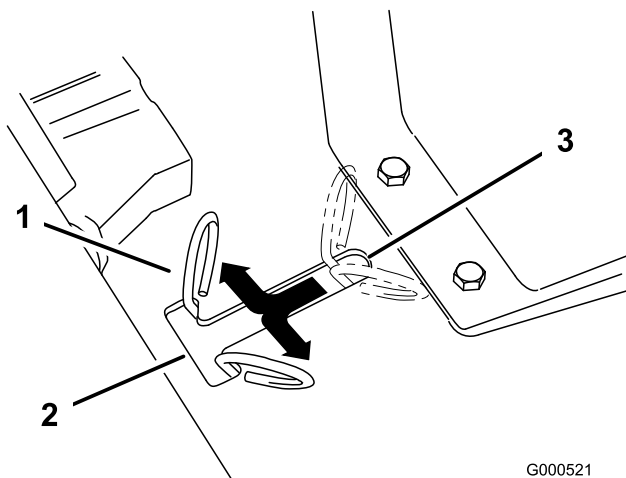

Bild 15
3. Heben Sie den Sitz an, um die Sicherheitshebel zugänglich zu machen (Bild 15).
4. Schieben Sie die beiden Sicherheitshebel nach vorne und außen, um sie zu arretieren, siehe Bild 15.
Schieben Sie die Sicherheitshebel nach innen und ziehen Sie sie nach hinten zum Ende des Schlitzes (Bild 15).